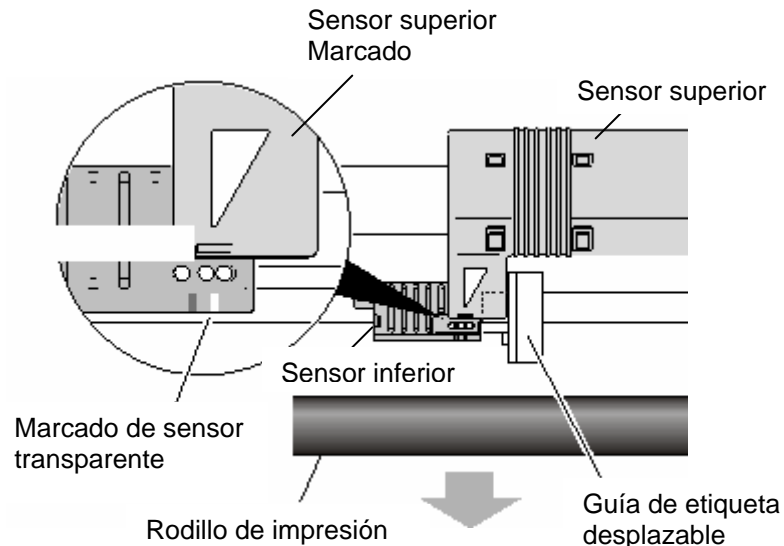

Figura 4-3 - distribución del sensor transparente
- Coloque el material marcado en la parte trasera en la impresora y regule el sensor inferior con el marcado negro a las barras impresas sobre el papel de soporte. En sensor superior no tiene ningún significado (véase figura 4-3). Cierre el cabezal de impresión e inicie la rutina de medición, manteniendo pulsada la tecla Mode/Repeat y presionando además la tecla Pause. Suelte ambas teclas. El LED Condition parpadea rápidamente durante el proceso de medición. Después de la medición con éxito ilumina el LED Print y Condition. Al parpadear el LED Error, ha fracasado el proceso.